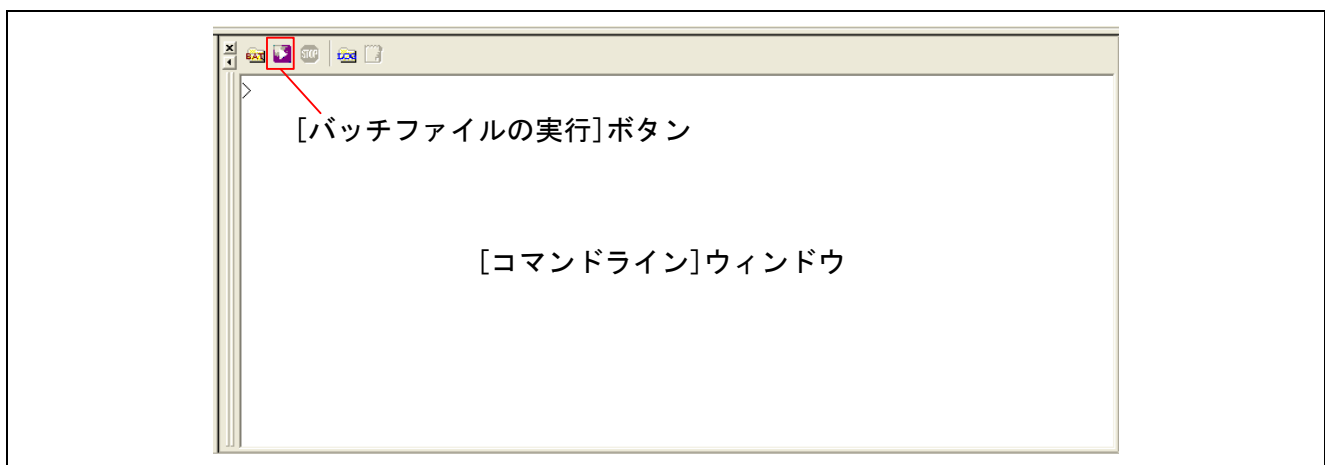

図17 [コマンドライン]ウィンドウと[バッチファイルの実行]ボタン
- 接続確立後、High-performance Embedded Workshop の[表示]メニュー→[コマンドライン]を選択し、図 17 に示すように[コマンドライン]ウィンドウを表示してください。